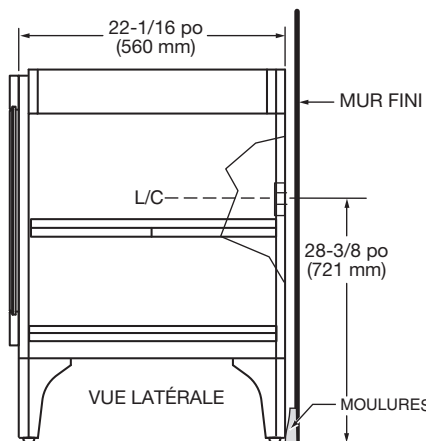

FIGURE 3
- En cas de présence de moulures, celles-ci devront être entaillées pour fixer le meuble-lavabo de niveau contre le mur. **Figure 3**